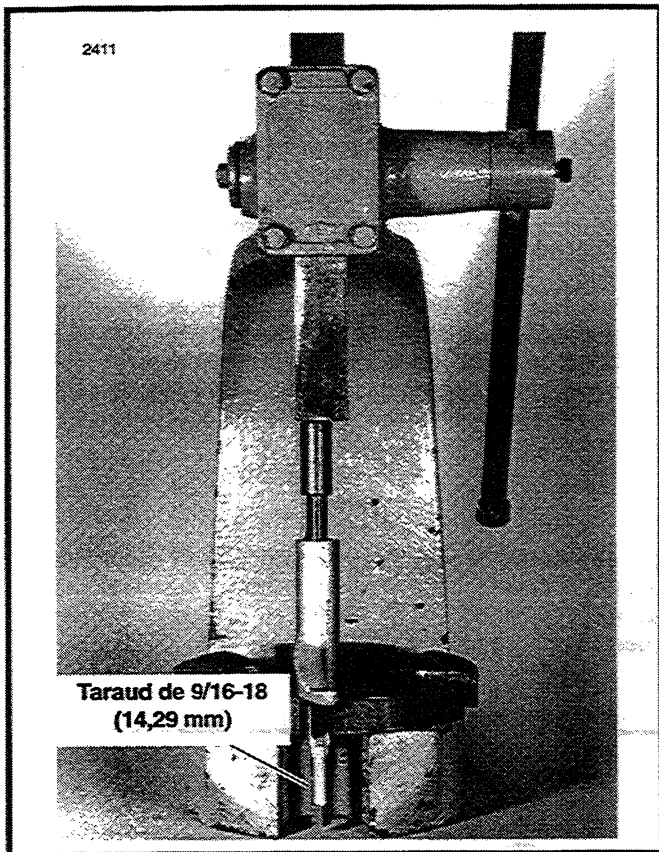

Figure 3-17. Dépose de bague de culbuteur
1. Voir Figure 3-17. Pour remplacer les bagues usées, extrayez-les du culbuteur. Si une bague est difficile à retirer, introduisez un taraud de 9/16-18 dans la bague puis extrayez la bague et le taraud par l'autre côté du culbuteur.